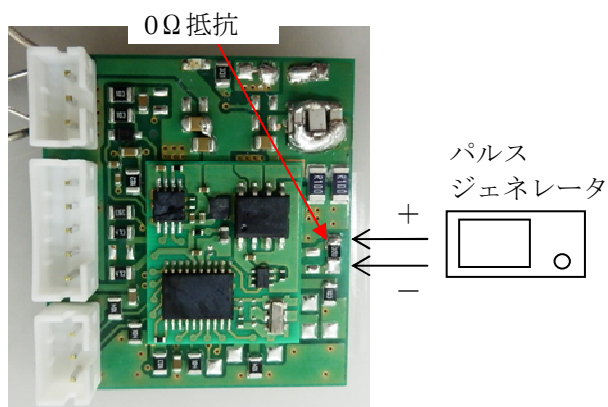
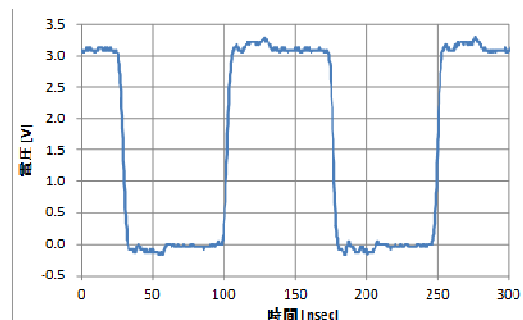

図 5. パルスジェネレータの接続
図 6. パルスジェネレータの出力波形
- ③ 図 5 に示すように送電デバイス 0Ω 抵抗を取り外してパルスジェネレータを接続する。パルスジェネレータの出力波形は、図 6 のように high : +3V、low : 0V、デューティ : 50%、周波数 : 6.78MHz の矩形波とする。パルスジェネレータからの出力波形をオシロスコープで観測し、オーバーシュートやアンダーシュート、リングングがないか確認する。特にオーバーシュートにより電圧が +5V を超えると送電デバイスが故障するため注意すること。